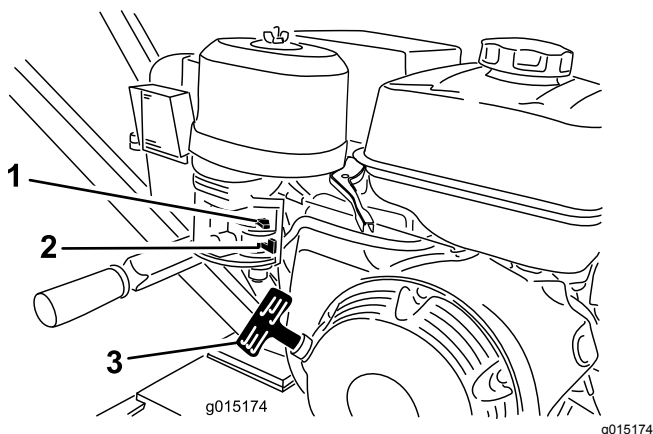

Figure 9
1. Tournez le robinet d'arrivée de carburant complètement à droite en position OUVÉRTE (Figure 9).
2. Réglez la commande de starter à la position EN SERVICE (Figure 9).
5. Tirez légèrement sur la poignée du lanceur jusqu'à ce que vous sentiez une résistance, puis tirez vigoureusement (Figure 9). Relâchez lentement la poignée du lanceur.